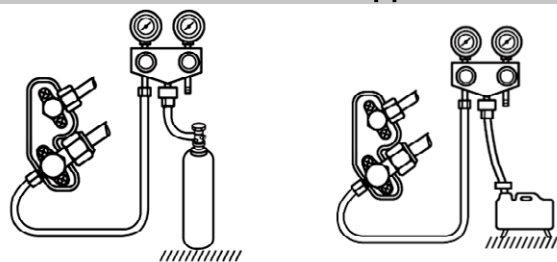

Рисунок 33 - Схема подключения коллектора к клапану внешнего блока
- Подключите манометрический коллектор и баллон с азотом к сервисному порту газового трубопровода внешнего блока (см. рисунок 33). Баллон должен быть подключен через понижающий редуктор. Не допускается использование сжатого воздуха по причине высокого содержания в нем влаги.